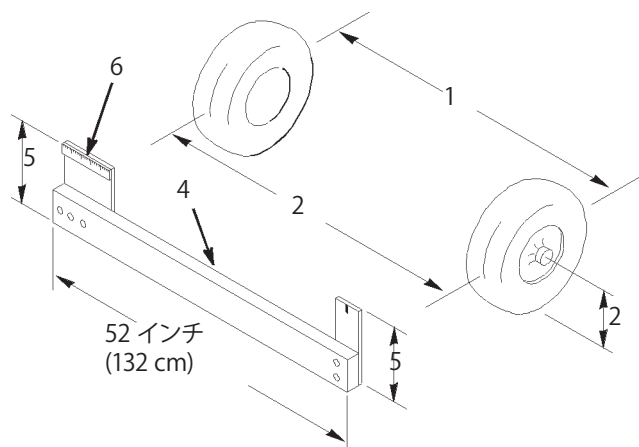

図50
4. 前輪の前と後ろで、左右のタイヤの中央線間距離を測る (図50)；計測はアクスルの高さで行う。前輪の後ろで、アクスルの高さで測定を行うには市販または手製のトーイン測定器が必要となる。前後の計測とも同じ道具を使用し、アクスルの高さで正しく測定すること (図50)。前後の計測値が同じか、前での測定値が0～6 mm 小さければよい。